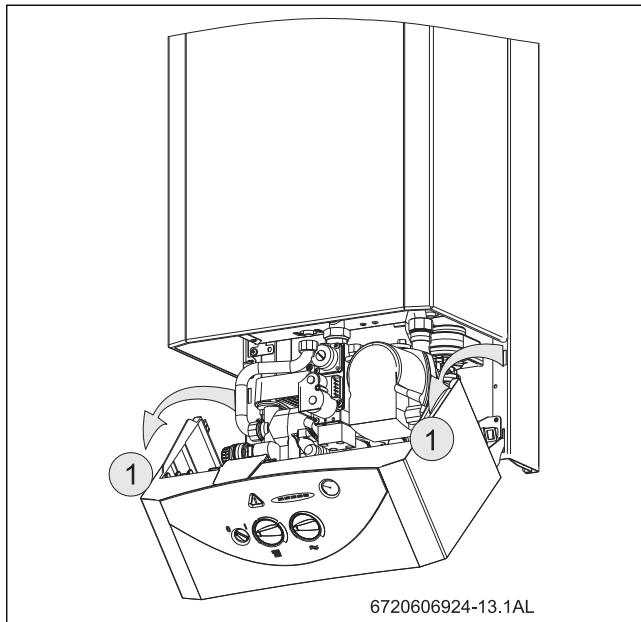

Fig. 26 Posição de serviço para ajuste do gás
- Baixar o painel de comandos para a posição de serviço (ver Fig. 26 ).
- Desligar o interruptor principal (O) do aparelho.
- Baixar o painel de comandos (ver Fig. 26 ).
- Desapertar o parafuso obturador (3) e ligar o manómetro de tubos em U à união de pressão.